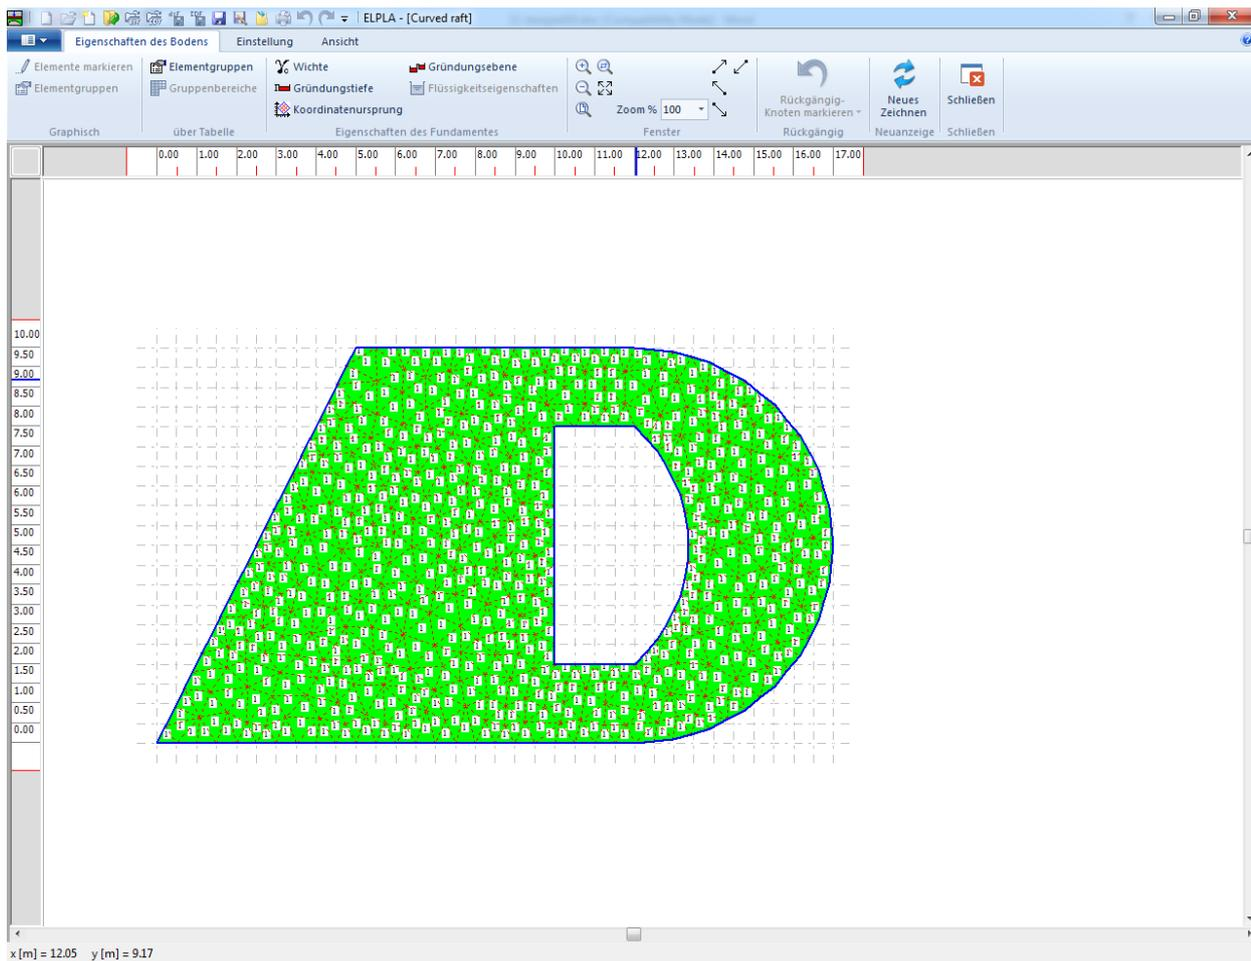
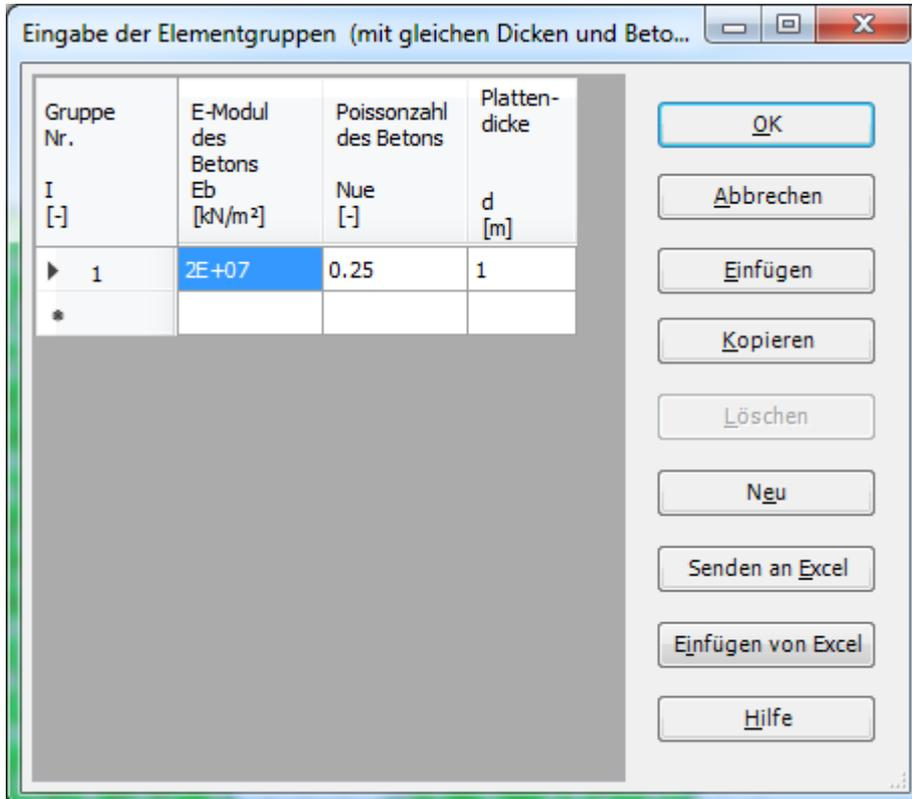
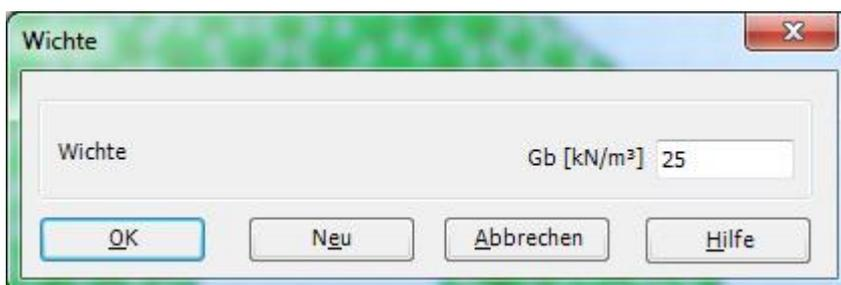
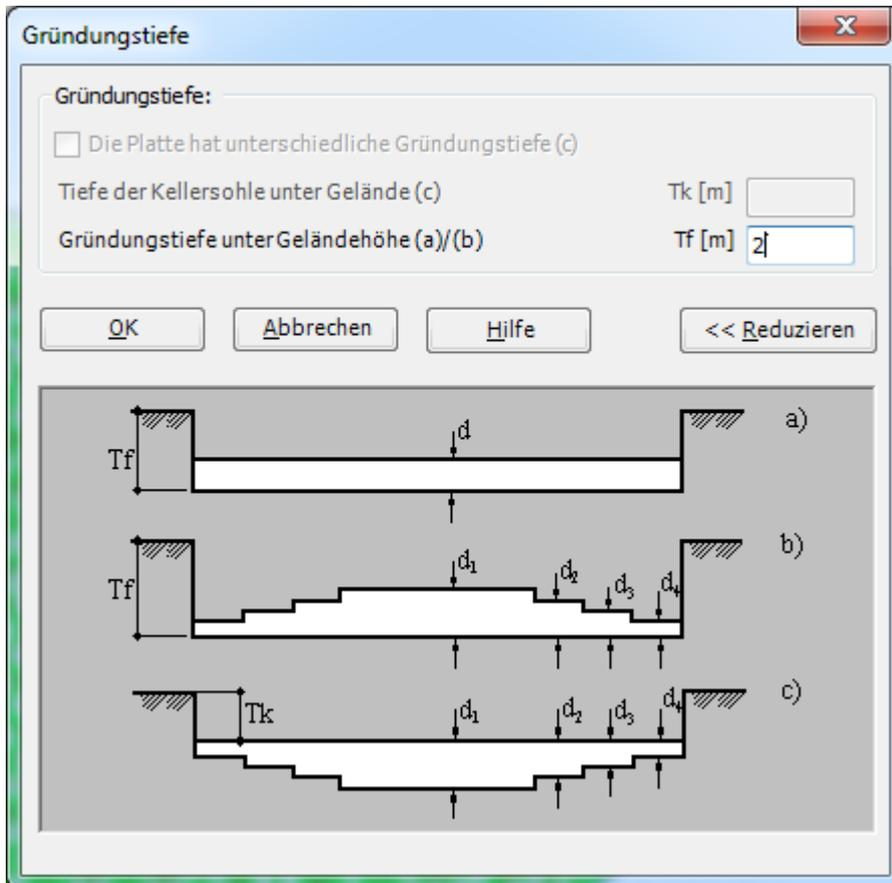

Bild 10.24 "Eigenschaften des Fundaments" Fenster
Bild 10.25 Listenfeld "Beschreibung der Elementgruppe"
Bild 10.26 Dialogfeld "Wichte"
Bild 10.27 Dialogfeld "Gründungstiefe"
- Wählen Sie den Befehl "Eigenschaften des Fundaments" aus der Registerkarte "Daten". Das folgende Fenster im Bild 10.24 erscheint mit Standardwerten von Eigenschaften des Fundaments. Die Daten der Eigenschaften des Fundaments für dieses Beispiel sind Fundamentmaterial, Fundamentdicke und Gründungstiefe. Die anderen Daten entsprechen den Eigenschaften des Fundaments in den Programmenüis. Deshalb kann der Benutzer diese Daten aus den Standardwerten der Eigenschaften des Fundaments übernehmen
- Wählen Sie den Befehl "Elementgruppen" aus dem Menü "über Tabelle" im Fenster von Bild 10.24. Das folgende Listenfeld im Bild 10.25 mit Standardwerten erscheint. Um einen Wert im Listenfeld einzugeben oder zu modifizieren, schreiben Sie diesen Wert in der entsprechenden Zelle, dann drücken Sie "Eingabe". Im Listenfeld von Bild 10.25 geben Sie E-Modul des Fundaments, *Poissonzahl* und die Fundamentdicke ein
- Wählen Sie "Wichte" aus dem Menü "Eigenschaften des Fundaments" im Fenster von Bild 10.24. Das folgende Dialogfeld im Bild 10.26 mit einer Standardwichte von 25 [kN/m³] erscheint. Belassen sie diesen Wert im Textfeld "Wichte "
- Wählen Sie den Befehl "Gründungstiefe" aus dem Menü "Eigenschaften des Fundaments" im Fenster von Bild 10.24. Das folgende Dialogfeld im Bild 10.27 erscheint, um die Gründungstiefe unter Geländehöhe zu definieren
- Wählen Sie "Speichern" aus dem "Datei"-Menü im Bild 10.24, um die Eigenschaften des Fundaments zu speichern